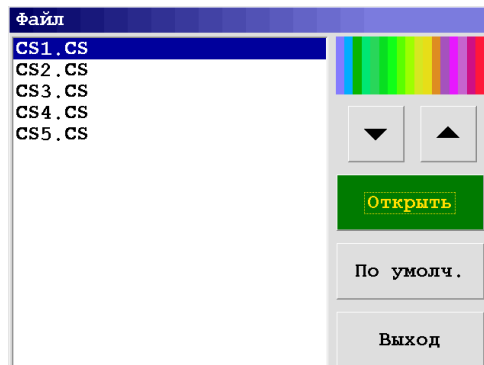

Рис. 5.13 - Меню «Палитра»
- **Палитра** (Рис. 5.13) – опция позволяет отображать результаты зондирования на экране дисплея бетоноскопа не только в черно-белом цвете, но и с применением нескольких цветов, набор которых зависит от выбранного пользователем файла с расширением \*.CS в меню «Палитра».